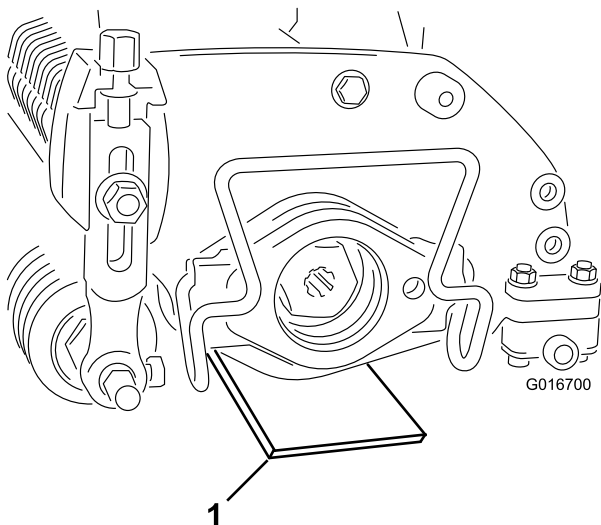

Figure 3
2. Placez un gabarit, qui a la hauteur de lame voulue au-dessus du sol, sous chaque extrémité du défateur (Figure 3).